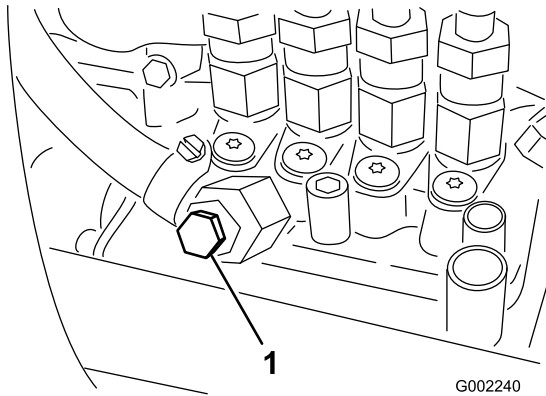

Bild 44
- Öffnen Sie die Entlüftungsschraube an der Kraftstoffeinspritzpumpe (Bild 44).